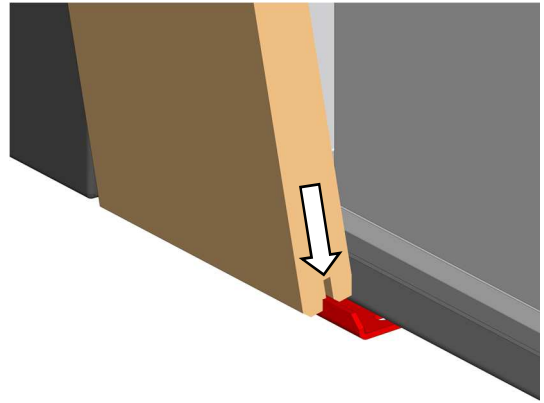
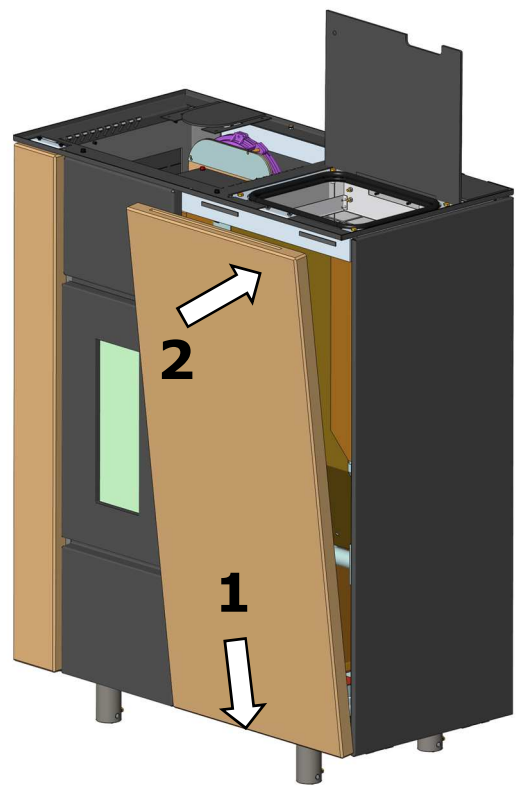

Abb. 28: Fronverkleidung einfädeln
Abb. 29: Fronplatte platzieren.
6. Die Frontplatte auf den unteren Halterungen aufstellen. Darauf achten, dass die senkrechten Kanten der Halter in die Nut der Frontplatte eingefädelt sind (Abb. 28). Die Frontplatte in Richtung Grundkörper kippen (Abb. 29).